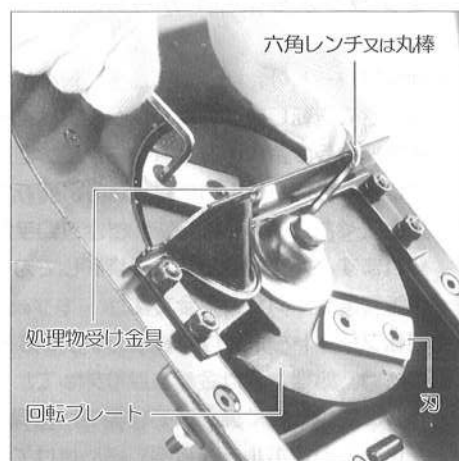

図10
(図10参照)
- ・刃物を取りかえるときは、刃物の押えネジを六角レンチで左に回してください。締めるときは右に回して確実に締め付けてください。(図10参照)